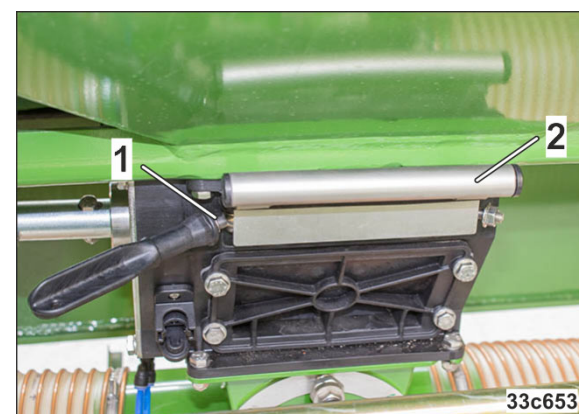

Bild 151
3. Vrid skruvarna (Bild 151/1).
4. Skjut spjället (Bild 151/2) i doseraren till anslaget.